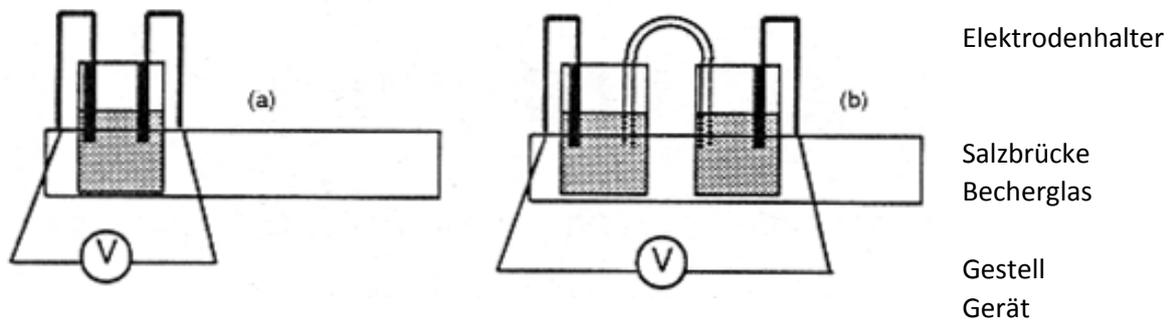

Abb. 1 Elektrische Energie, die von einem Elektronentransfer herrührt.
3.1. Die einfache Batterie (siehe auch Abb.1)